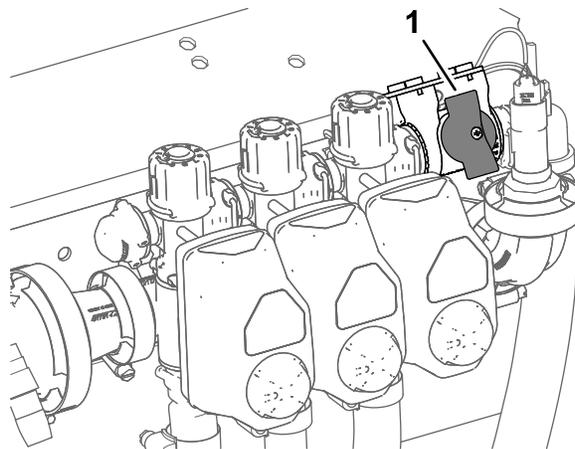

图 48
4. 对于以喷洒率模式操作的机器应确保喷洒臂段旁通切断阀旋钮处于已关闭位置 图 48。
5. 对于以喷洒率模式操作的机器应确保喷洒臂段旁通切断阀已关闭 图 48。